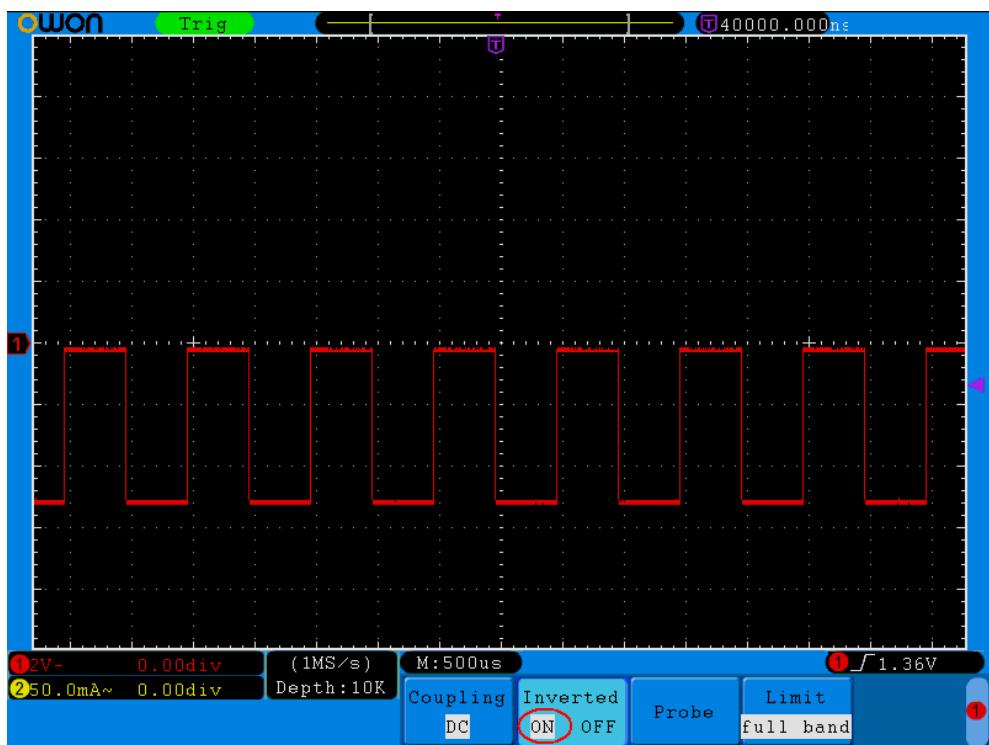

Рисунок 5-6 Осциллограмма сигнала с инверсией
- (1) Нажмите кнопку **CH1 MENU** для вызова меню настроек канала.
- (2) С помощью кнопки **H2** установите **ON** для включения инверсии (см. рис. 5-6).